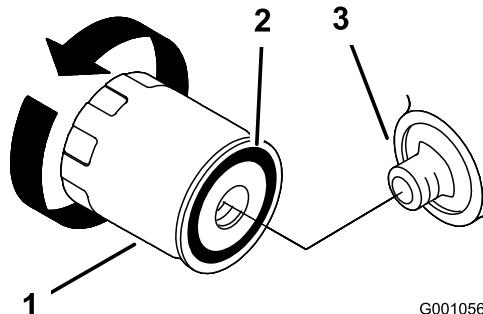

图21
2. 拆下旧滤清器、并擦拭滤清器安装座垫片表面（图21）。
3. 在替换滤清器的橡胶垫片上抹上一层薄薄的新鲜机油（图21）。
4. 将替换机油滤清器安装到滤清器安装座上、顺时针旋转机油滤清器、直至橡胶垫片接触到滤清器安装座、然后再将滤清器拧 2/3 至 1 圈（图21）。